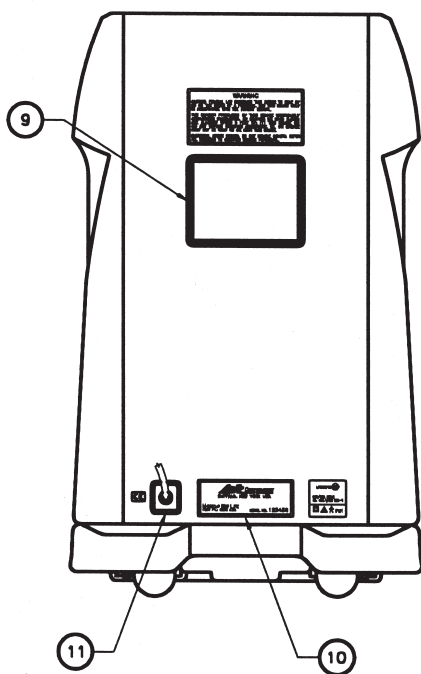

Fig. I.2
I. 2. Rear panel (Fig. I. 2)	2-GB
1. 2. Rear panel (Fig. I. 2)